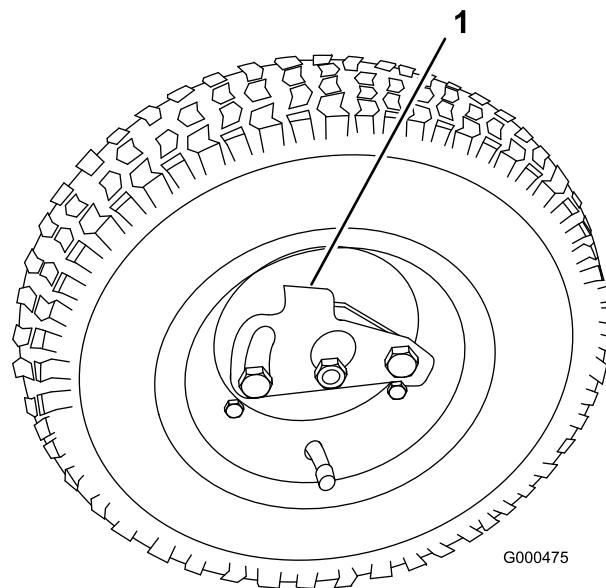

图8
2. 将行走轮锁定夹压向轮的中心、然后将行走轮滑到六角轴上（图8）。